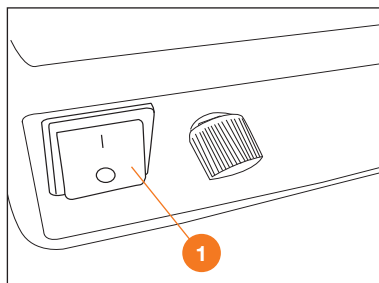

Рис. 14
Заполните бак раствором, переведите клавишный выключатель ❶ в положение «I», после чего насос опрыскивателя заработает и начнет создавать давление. Создав номинальное давление, насос автоматически отключится (Рис. 14).
Чтобы закончить процесс опрыскивания, отпустите рукоятку управления и переведите клавишный выключатель **1** в положение «О» (Рис. 14).